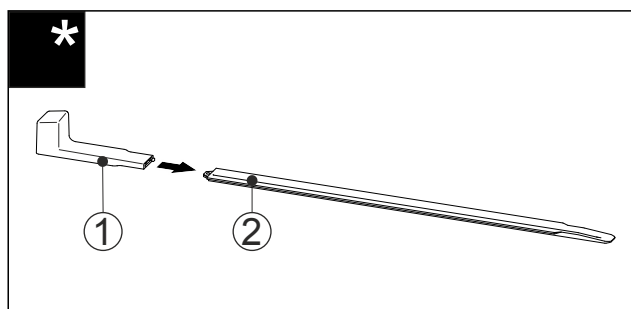

Fig. 60
- Montážní úchyt Fig. 60 (1) připevněte k nivelační liště Fig. 60 (2).